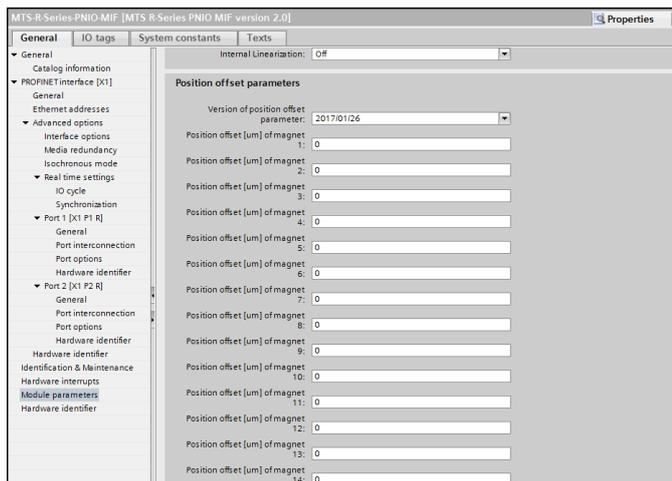

Abb. 93: Einstellung des Offsets
- **Offset:** In dem Unterabschnitt „Position offset parameters“ können Sie den Offset, eine Verschiebung des Messbereichsanfangs, separat für jeden Magneten – unabhängig von weiteren Magneten auf dem Sensorstab/Sensorprofil – einstellen (Abb. 93). Dabei können Sie die Werte mit einer Schrittweite von 1 µm in dem Bereich zwischen -214...+214 m festlegen.